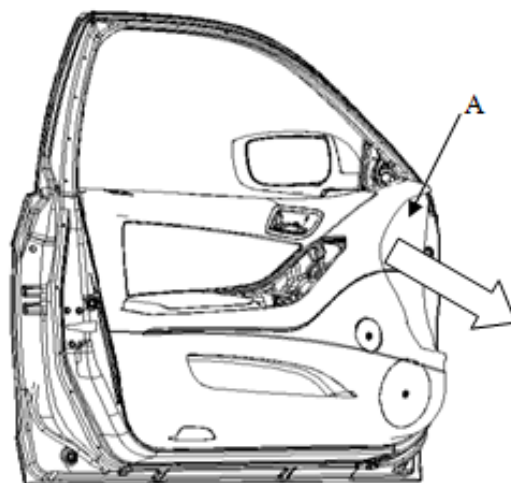

图 6-1-3
2. 如图 6-1-3，按图示方向拔出前门护板 A，具体方法请参照内饰拆卸方法，然后把手伸进前门护板和门钣金之间，脱开外后视镜的线束接插件。